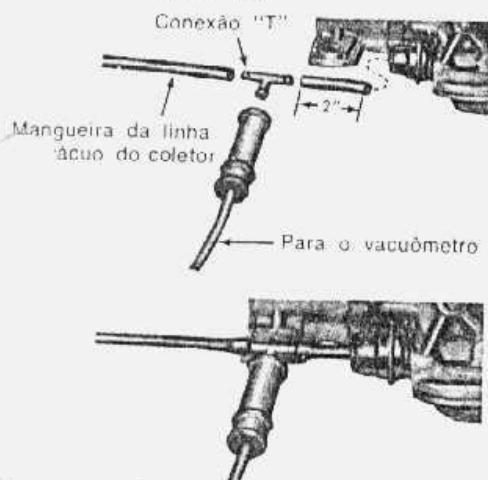

fig. 13 — conexões para o teste de vácuo
- 1 Conectar um tacômetro no motor e um vacuômetro na linha de vácuo da transmissão junto à unidade de vácuo (fig. 13).